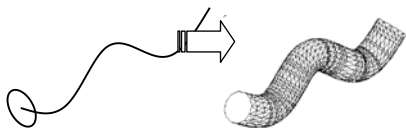

图 7-45 指定路径拉伸实体
- 方向 (D): 在默认情况下, 对象可以沿 z 轴拉伸, 拉伸高度可以为正值也可以为负值, 它们表示了拉伸的方向。
- 路径 (P): 通过指定拉伸路径将对象拉伸为三维实体, 拉伸路径可以是开放的, 也可以是闭合的, 如图 7-45 所示。